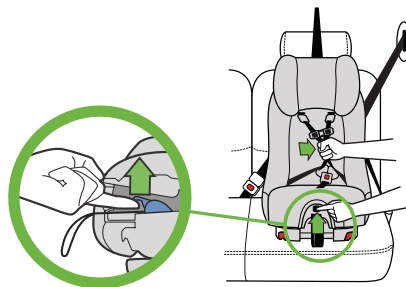

Figure 112
- Tout en soulevant la languette de réglage du harnais, tirez sur les sangles du harnais, tel qu'illustré dans la **Figure 112**.